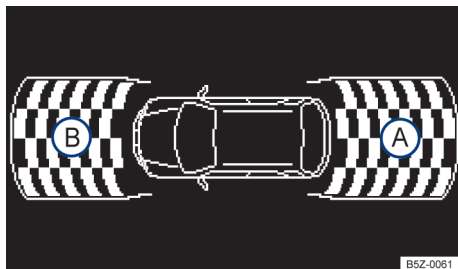
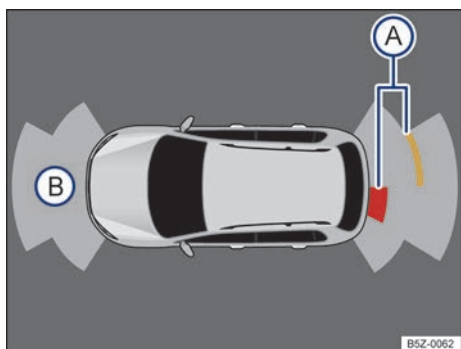

Fig. 93 Exibição do display do controle de distância de estacionamento traseiro no rádio (não disponível para algumas versões).
Fig. 94 Exibição do display do controle de distância de estacionamento traseiro no aparelho de navegação (não disponível para algumas versões).
Dependendo da versão do veículo, será exibido no display do rádio (não disponível para algumas versões) → Fig. 93 a área examinada pelos sensores de ultrassom na parte traseira (A) do veículo. Possíveis obstáculos são exibidos tomando o veículo como ponto de referência → ⚠.
Dependendo da versão do veículo, será exibido no display do aparelho de navegação (não disponível para algumas versões) → Fig. 94 a área examinada pelos sensores de ultrassom na parte traseira do veículo. Possíveis obstáculos são exibidos tomando o veículo como ponto de referência → ⚠.
→ Fig. 93 ou → Fig. 94	Significado
Dependendo da versão, serão mostradas as áreas examinadas em vários segmentos em um gráfico → Fig. 94. Quanto mais o veículo se aproximar de um obstáculo, mais o segmento se aproximará do veículo representado. A área de colisão é alcançada assim que o penúltimo segmento for exibido. **Não prosseguir!**